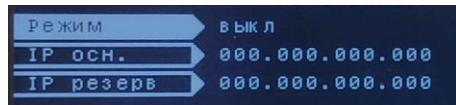

Рисунок 16 – Параметры синхронизации NTP
**«NTP»** - задаются параметры синхронизации NTP (см. рисунок 16).